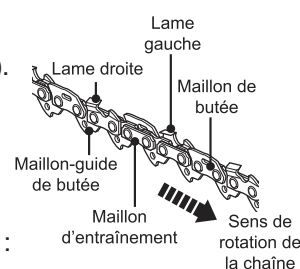

Fig. 50
2. La profondeur de coupe se définit par la différence de hauteur entre les dents et la rainure. Lors de l'affûtage de la chaîne (14), prenez note des points suivants (Fig. 50).